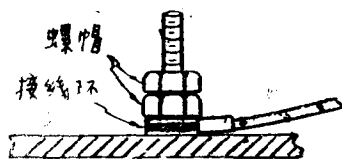

图3 雙層螺帽
1. 雙層螺帽——在儀器的接綫柱上，往往用雙層螺帽來緊固接綫环（图3）。上層螺帽是用来压紧下層螺帽，以防止其松动。在松螺帽时，应先松上層螺帽，再松下層螺帽。在紧螺帽时，則相反。切勿將两个螺帽紧叠在一起而同时旋动，这样会损坏螺紋；若用力硬擰，会把螺桿擰断的。